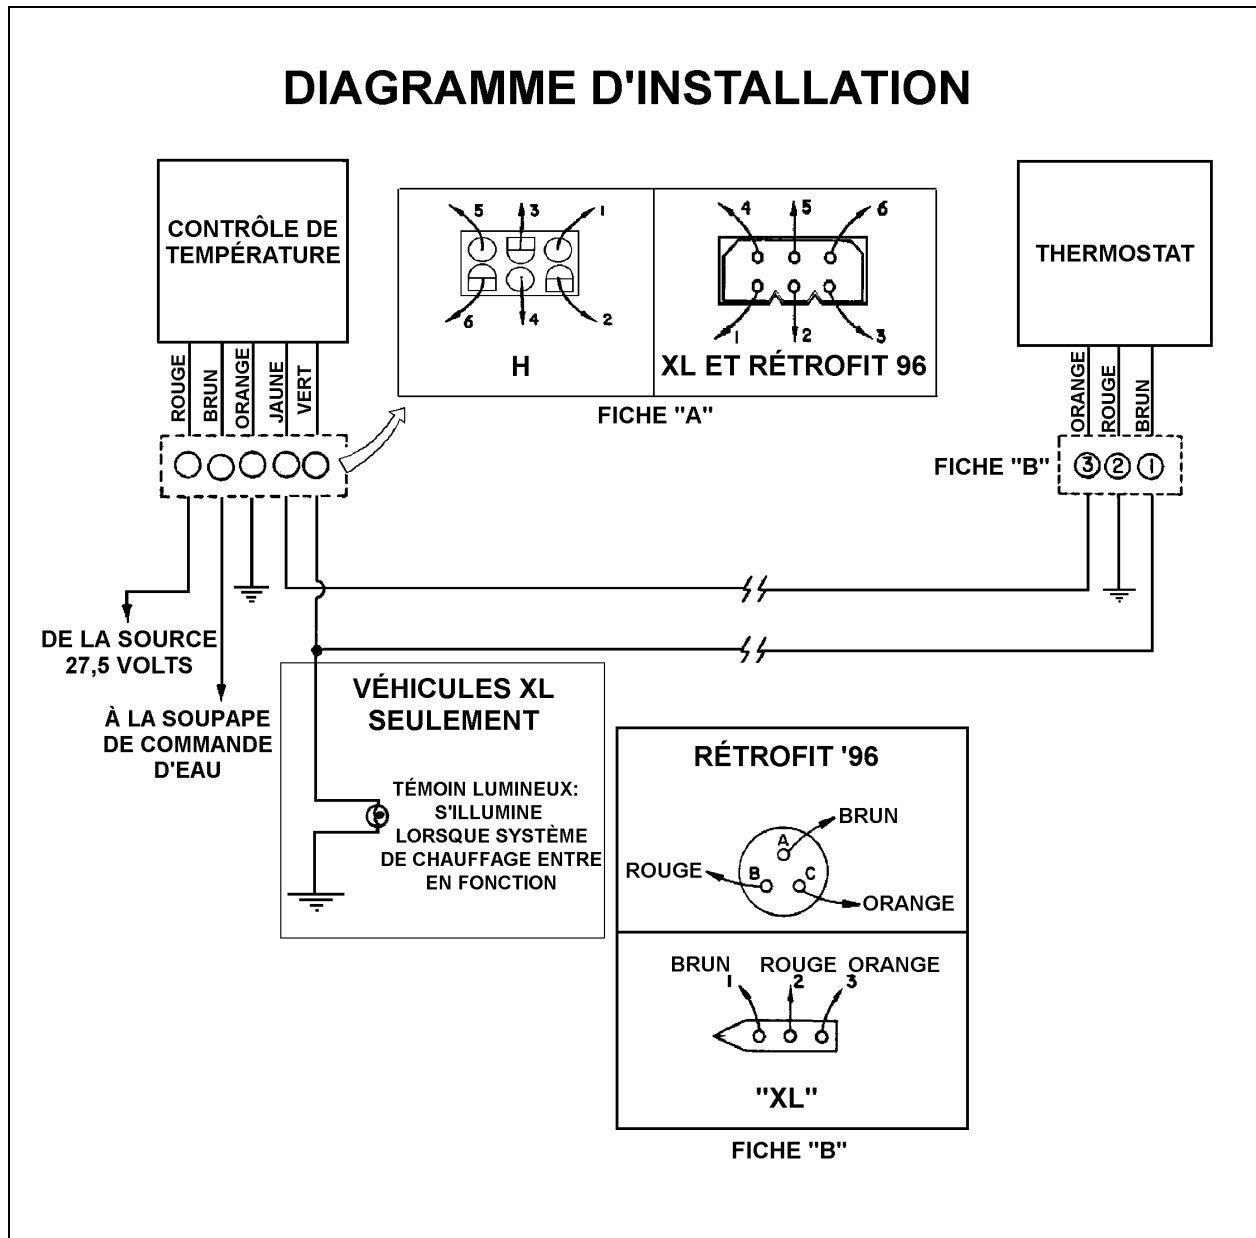

FIGURE 1
2. Se référer au DIAGRAMME D'INSTALLATION pour l'identification appropriée des composantes et des fiches (Fig. 1).
5. Si un remplacement du module de contrôle de température est nécessaire, assurez-vous que les positions des fils sur la fiche du câblage correspondent à la figure 1.